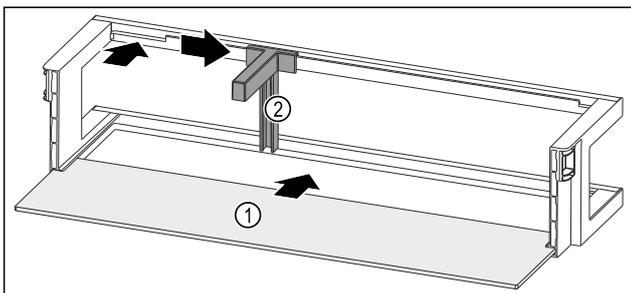

Fig. 96 Türabsteller mit Abstellfläche
- Abstellfläche Fig. 96 (1) in die seitlichen Einsparungen einschieben.
- Flaschenhalter Fig. 96 (2) in die Aussparung einsetzen.
- Flaschenhalter Fig. 96 (2) in gewünschte Position zur Seite schieben.